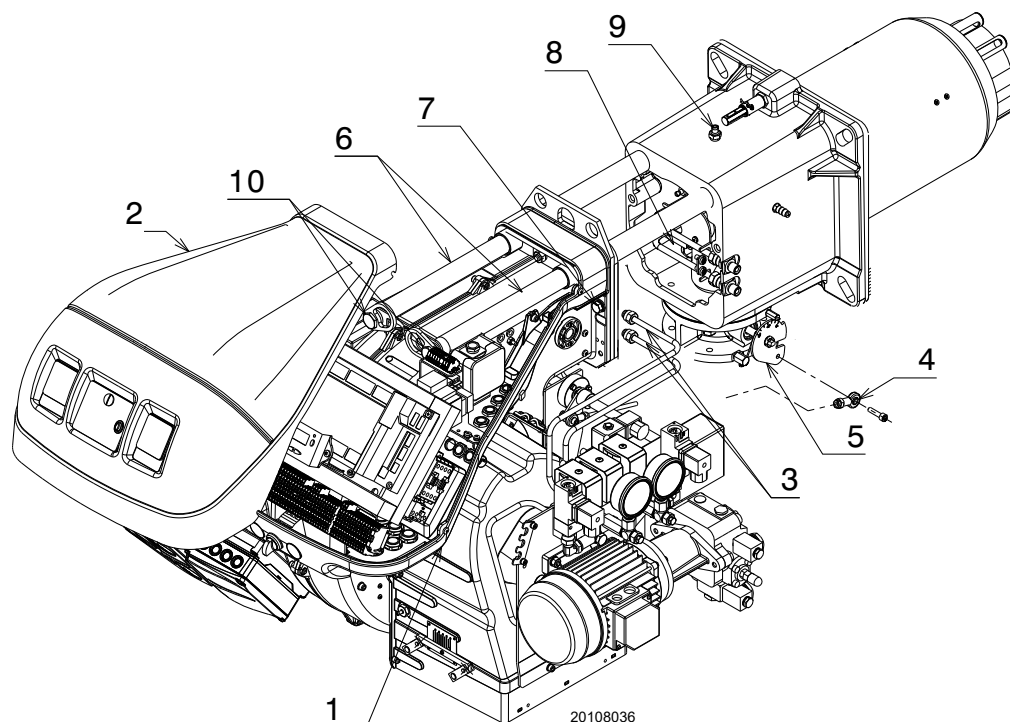

Abb. 59
- Lösen Sie die 4 Schrauben 1)(Abb. 59) und entfernen Sie die Verkleidung 2).